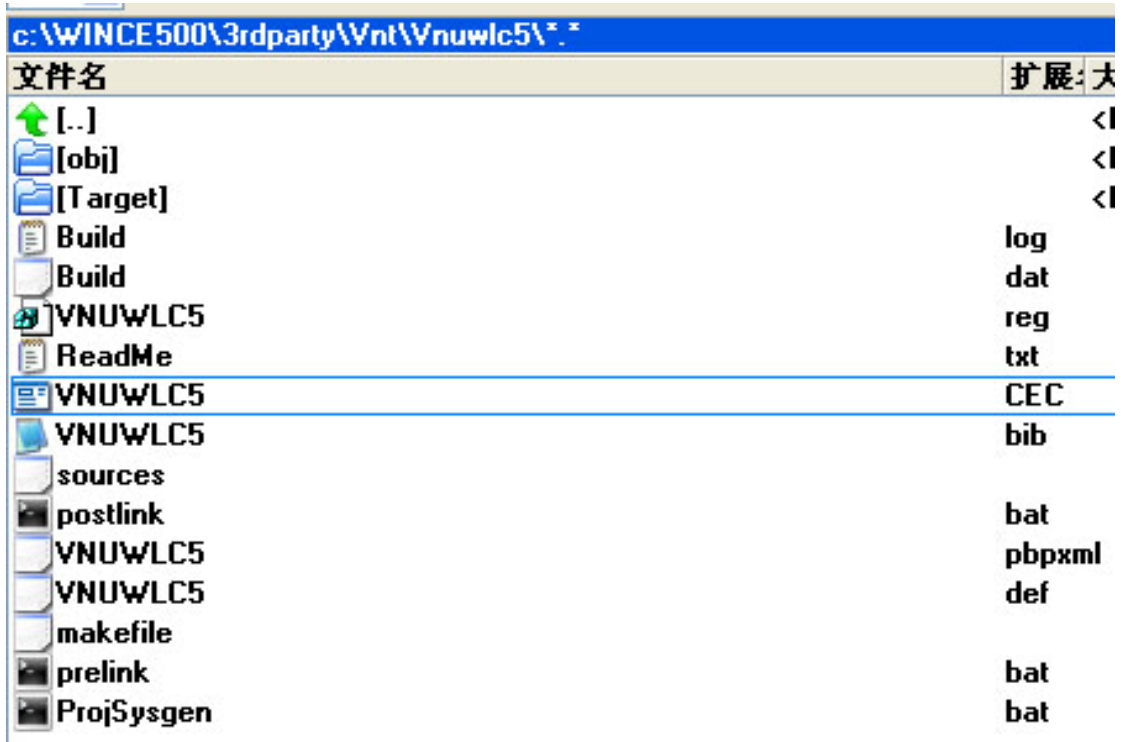

图 9
10. 修改 IP 协议地址，符合你的局域网等参数要求。请用记事本打开 VNUWLC4.REG，见图 9，10。